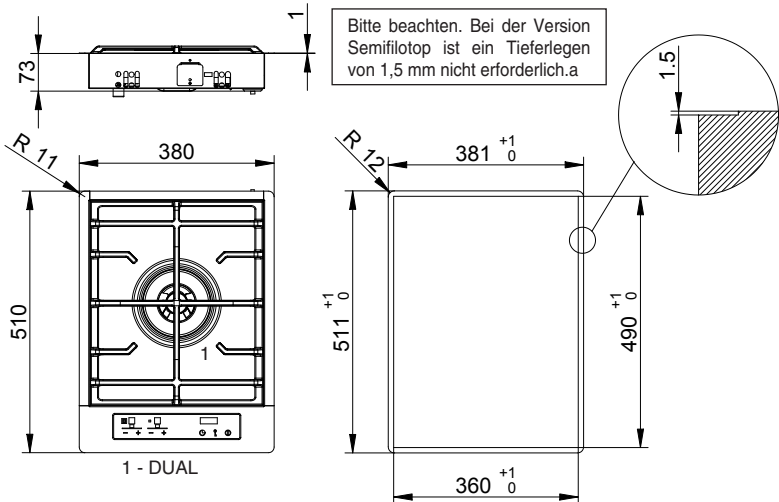

Abb. 7
- die Düsen (s. Abb. 7) mit den für den vorhandenen Gastyp bestimmten Düsen (siehe Tab. "Technische Daten") ersetzen;